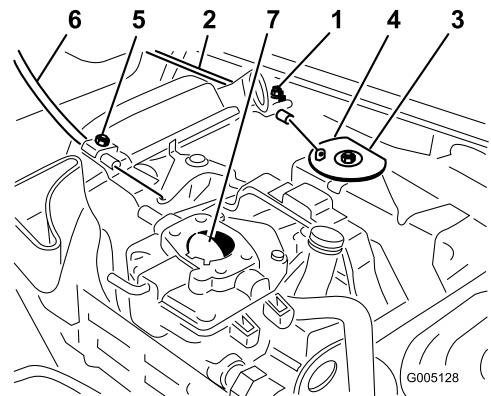

Figura 35
1. Afloje el tornillo de la abrazadera que fija el cable al motor (Figura 35).
3. Tire firmemente del cable del acelerador hasta que la parte trasera del pivote entre en contacto con el tope (Figura 35).
3. Tire firmemente del cable del estérter hasta que la palomilla esté cerrada del todo, luego apriete el tornillo de la abrazadera (Figura 35).